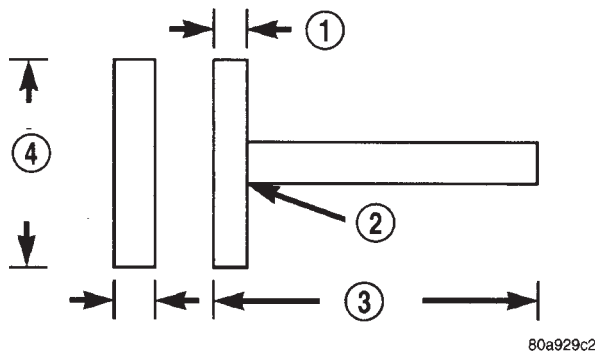

Fig. 9 Desmontaje del diente para el encendedor/toma de energía
(3) Utilizando pinzas para anillos de retención externo con puntas de 90°. Inserte las pinzas con las puntas contra las protuberancias y oprima forzando las protuberancias fuera de la base.
(4) Jale hacia afuera la base a través del anillo de montaje mecidiendo las pinzas suavemente. Se puede hacer una herramienta de ayuda para hacer lo mismo. Refiérase a la (Fig. 9).
(5) Desconecte los cables de la base.